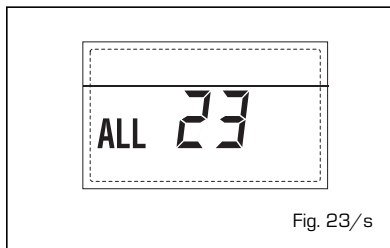

Fig. 23/s
- **ANOMALIA GUASTO SONDA COLLETTORE SOLARE S1 "ALL 24" (fig. 23/t)**